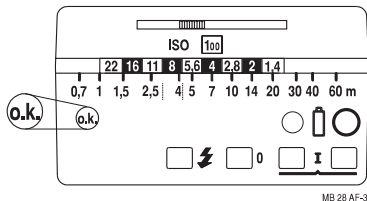

Bild 3: Die Belichtungs-Kontroll-Anzeige
4.3 Die Belichtungs-o.k.-Anzeige (siehe Bild 3)